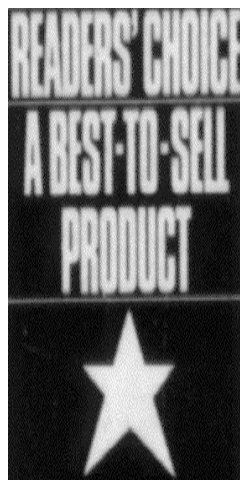

Рисунок 7.2.2.
2. Изобразите знак приведенный на (рис. 7.2.2.).